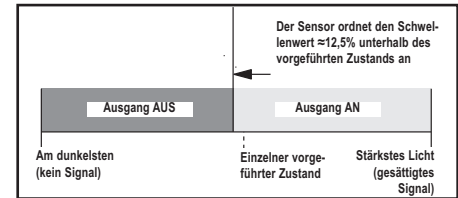

Abbildung 5. Hell-Einstellung (Hellschaltung dargestellt)
- Setzt einen Schwellenwert ca. 12,5% unterhalb der vorgeführten Erfassungsbedingung (siehe Abbildung 5)